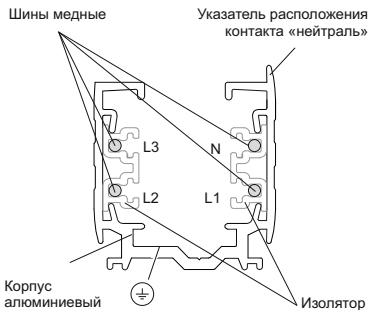

Рисунок 1
2.4 Шинопровод содержит четыре электрических проводника (шины) (рисунок 1). Светильники подключаются при помощи переходника (адаптера) с переключателем к любой из трех фаз шинопровода.